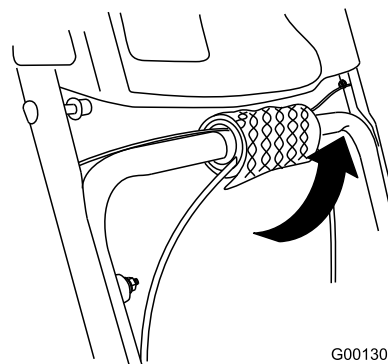

Рисунок 6
1. Снимите резиновую ленту, крепящую концы тросов к нижней рукоятке (Рисунок 6).